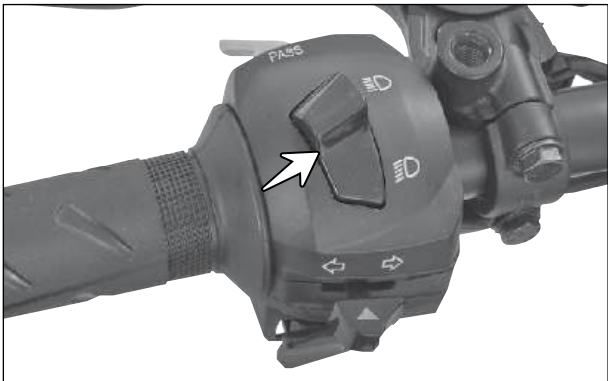

Fig. 5.38
- O interruptor de controle do farol (seta) está localizado no lado esquerdo do guidão. (Fig. 5.38)